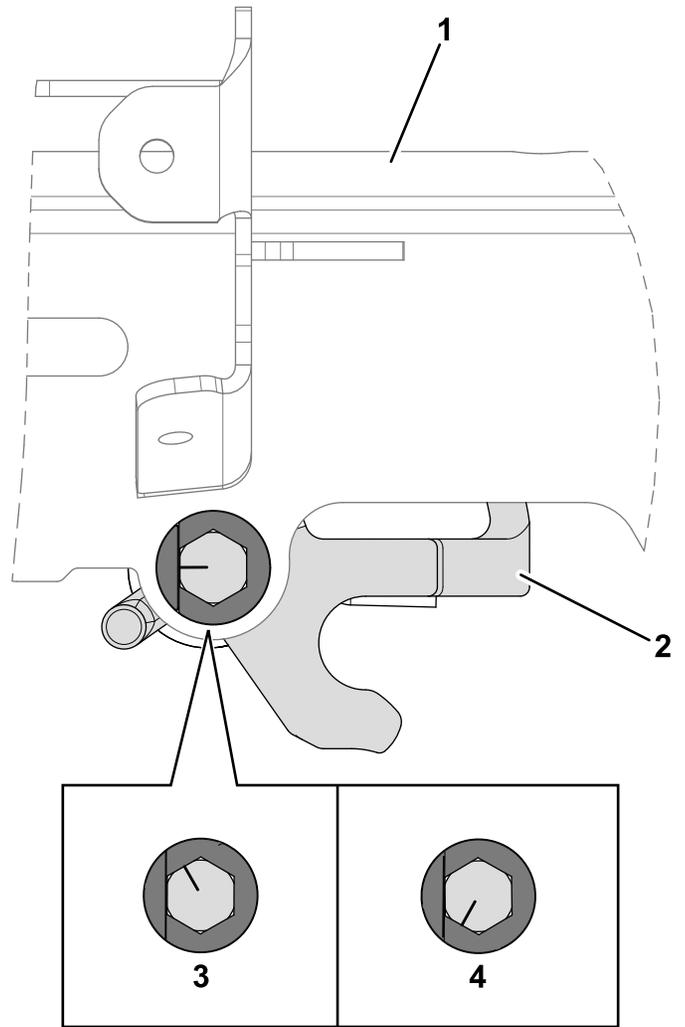

Figure 8
2. Tournez le boulon dans le sens horaire ou antihoraire pour réduire ou augmenter l'angle du dispositif de réglage de hauteur du guidon. Le dispositif de réglage doit être parallèle au récepteur soudé supérieur, comme montré à la Figure 8.